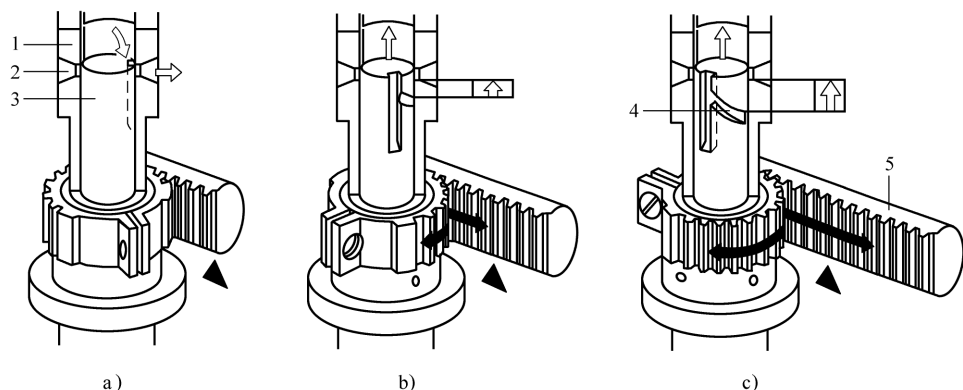

图 7-22 油量调节机构
(3) 油量调节 油量调节机构的作用是实现油量控制，使供油量能够在最大供油量到零供油量（断油）的范围内连续变化，以适应柴油机负载的要求。油量调节机构的组成如图 7-22 所示，供油量的调节是通过齿杆机构转动柱塞来实现的。齿条运动时，带动齿圈转动，而齿圈与控制柱塞转动的控制套筒固定在一起。这样当拉动齿条时，柱塞便随之同步转动，供油结束时刻会随着柱塞斜边对正柱塞套回油孔位置的改变而变化。柱塞转动的角度不同，柱塞的有效行程也就不同，因而供油量也随之改变。